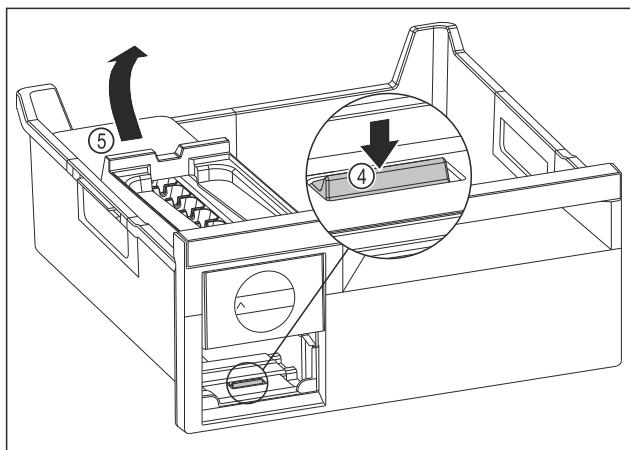

Fig. 183
- Odstranjevanje glavnega dela EasyTwist-Ice: Spono Fig. 183 (4) s prstom potisnite navzdol in hkrati z drugo roko glavni del EasyTwist-Ice Fig. 183 (5) od zadaj dvignite.